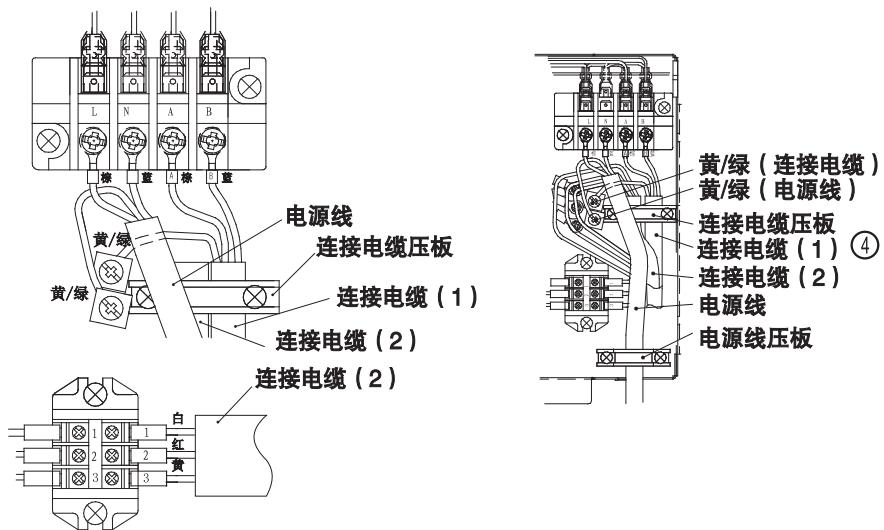
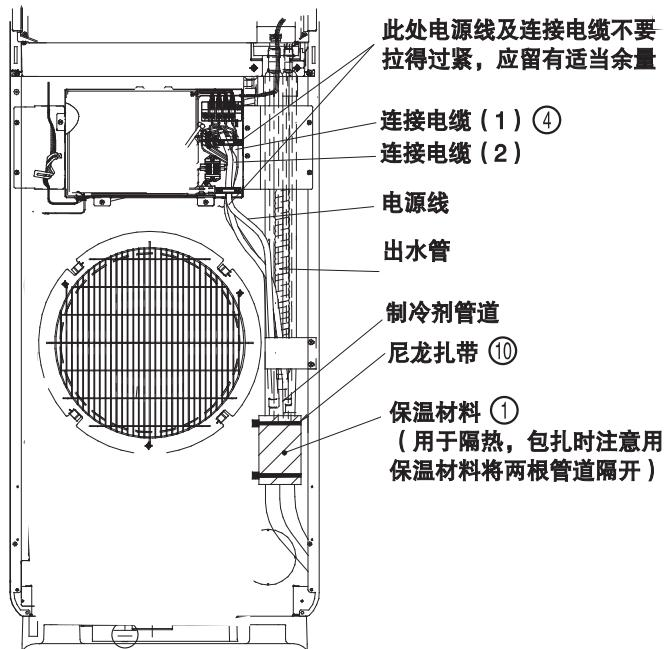

图 18
图 19
(2) 按图18、图19所示进行接线。
- (3) 必须将黄/绿芯线接至带有“ \ominus ”标志的端子上。
(4) 将电源线、连接电缆用电线压板压紧，以防止接线端子受力后脱落。
(5) 将附件①保温材料，用附件⑩尼龙扎带，按图19要求扎在制冷剂管道上。
(6) 室内电源必须安装带漏电保护的空气开关。